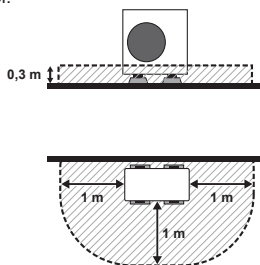

Fig. 3-3
(2) La instalarea într-un loc cu 3 suprafețe deschise (în fața zidului unei clădiri) (Fig. 3-3)